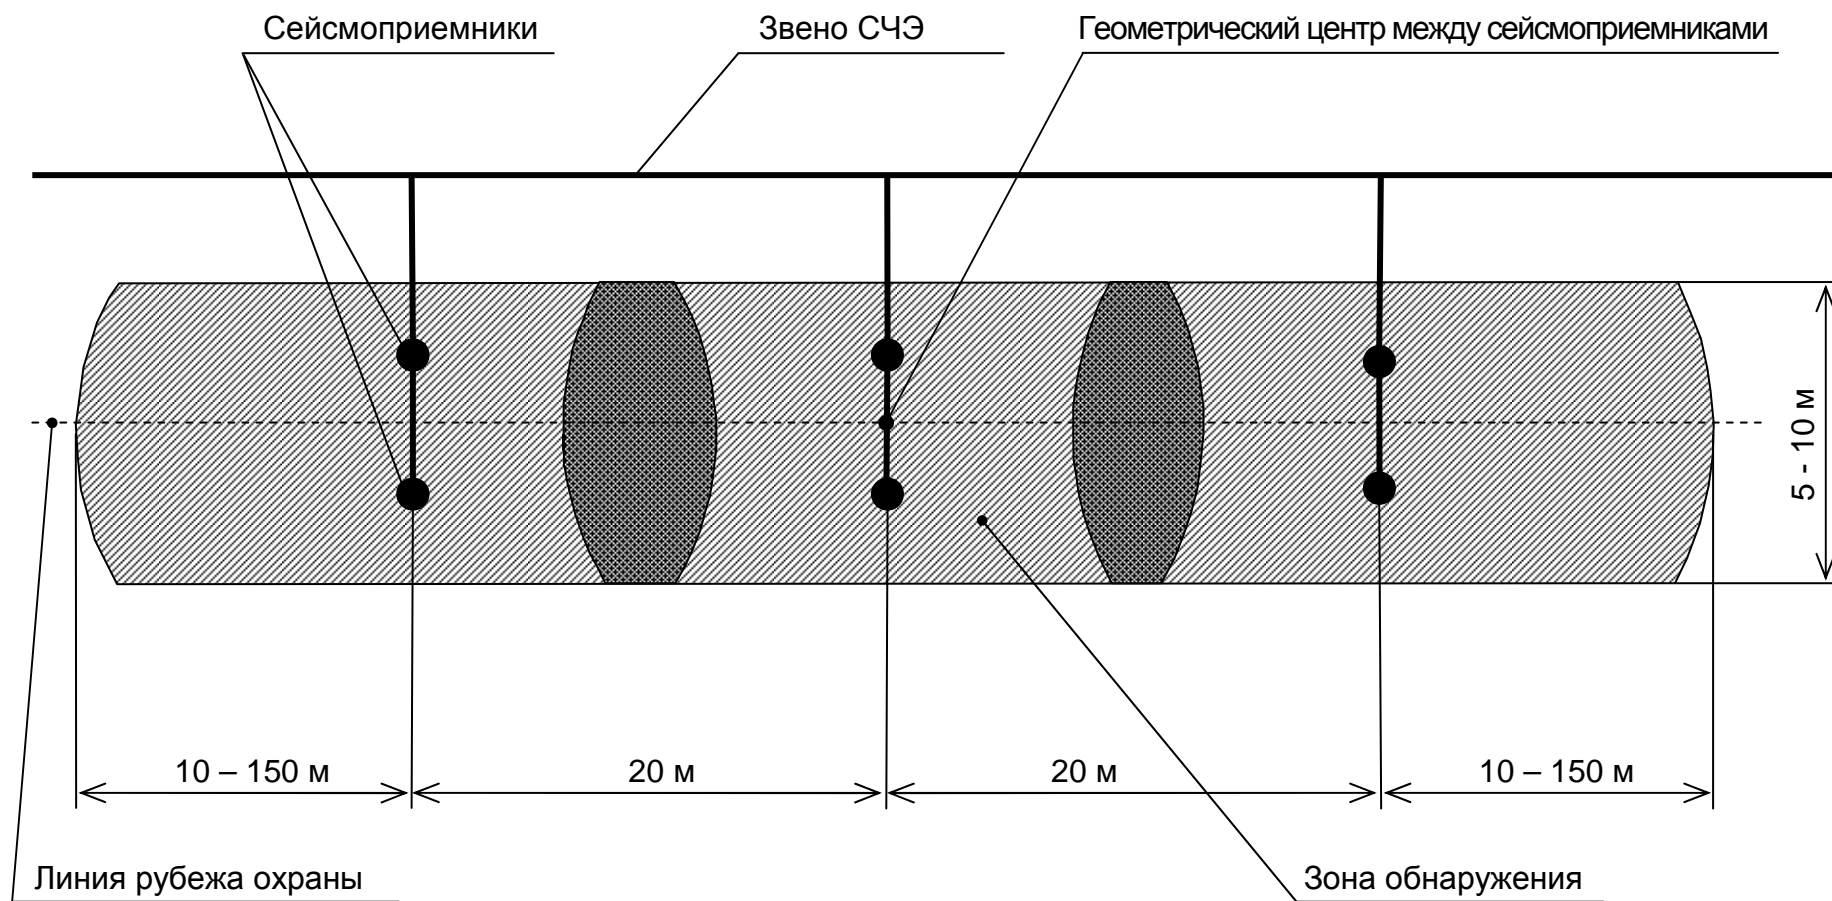

Рисунок 6.2 – Схема установки звеньев СЧЭ с зоной обнаружения
6.1.3 Зона обнаружения двух и более комплектов СЧЭ БАЖК.433649.006 (рисунок 6.2) – область на поверхности грунта шириной от 5 до 10 м и длиной равной расстоянию от первого до последнего звена рубежа плюс от 10 до 20 м (для человека) и от 75 до 150 м (для транспортного средства) с каждой стороны, пересечение которой приводит к формированию изделием сигнала тревоги.